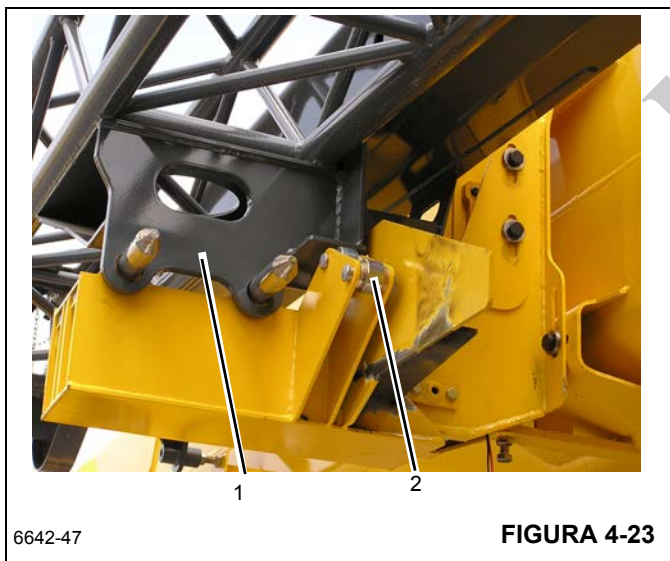

FIGURA 4-23
13. Estenda a lança em aproximadamente 2 pés (60,9 cm) para mover a extensão (1, Figura 4-23) para fora da rampa (2).